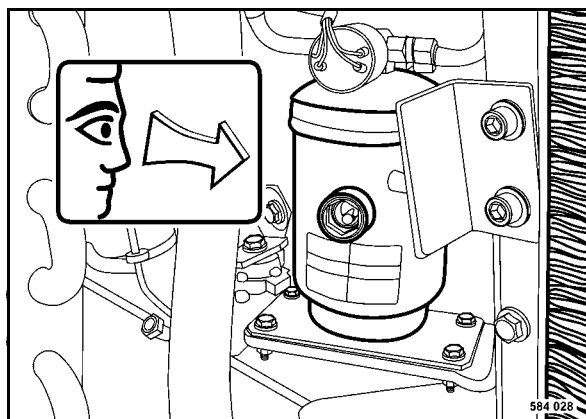

fig. 123
- Vérifier si le dessiccateur (fig. 123) présente des défauts mécaniques ou des traces de rouille.